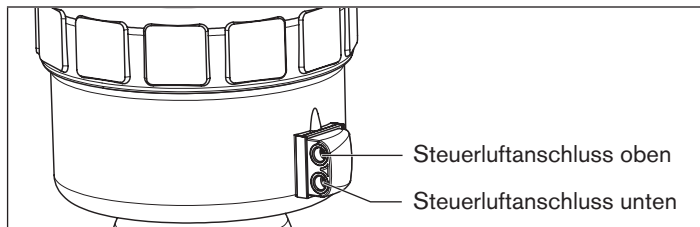

Bild 13: Pneumatischer Anschluss
→ Steuermedium an Steuerluftanschluss **unten** des Antriebs anschließen (siehe „Bild 13“).
→ Steuermedium an Steuerluftanschluss **oben** des Antriebs anschließen (siehe „Bild 13“).
→ Zur Reduzierung der Abluftlautstärke: Schalldämpfer in den freien Steuerluftanschluss stecken (siehe „Bild 13“).
e) siehe „Bild 13: Pneumatischer Anschluss“.